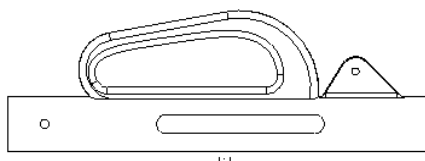

图 10.4.2 主视图
下面介绍如何创建 body.prt 零件模型主视图，如图 10.4.2 所示。操作步骤如下。
(3) 图 10.4.2 所示的主视图已经被切换到线框显示状态,切换视图的显示方法与在建模环境中的方法是一样的,还有另一种方法后面会详细介绍。
边。此时模型按前面操作的方向要求，以图 10.4.2 所示的方位摆放在屏幕中。